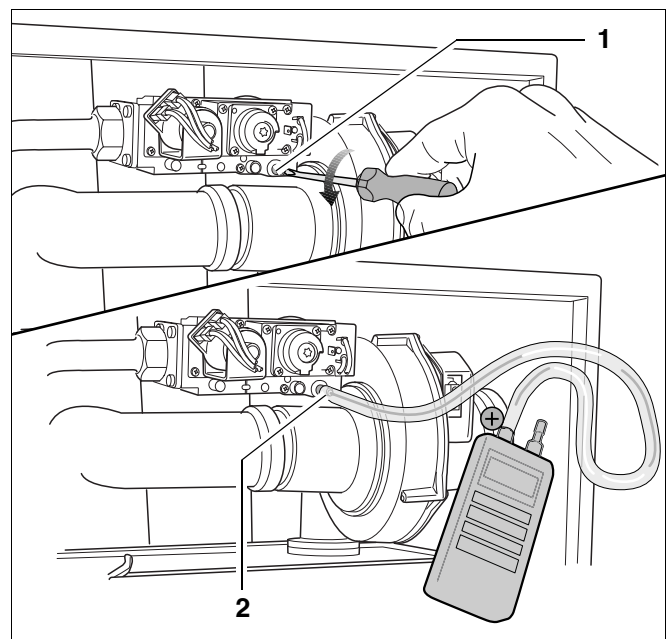

Рис. 83 Контроль соотношения газа и воздуха
- Отвернуть на 2 оборота запорный винт на ниппеле для измерения давления газа на горелке (рис. 83, **поз. 1**).
- Соединить при помощи шланга подключение "плюс" прибора измерения давления и измерительный ниппель для давления газа на горелке (рис. 83, **поз. 2**).